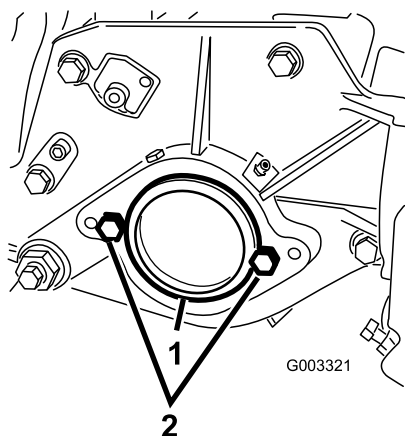

Bild 16
- Nehmen Sie rechts an der Schneideinheit den Plastikstöpsel vom Lagergehäuse ab (Bild 16).
- Nehmen Sie die zwei Kopfschrauben von der rechten Seitenplatte ab (Bild 16).
5. Schrauben Sie die zwei Befestigungsschrauben für den Spindelmotor lose an der linken Seitenplatte der Schneideinheit fest (Bild 16).